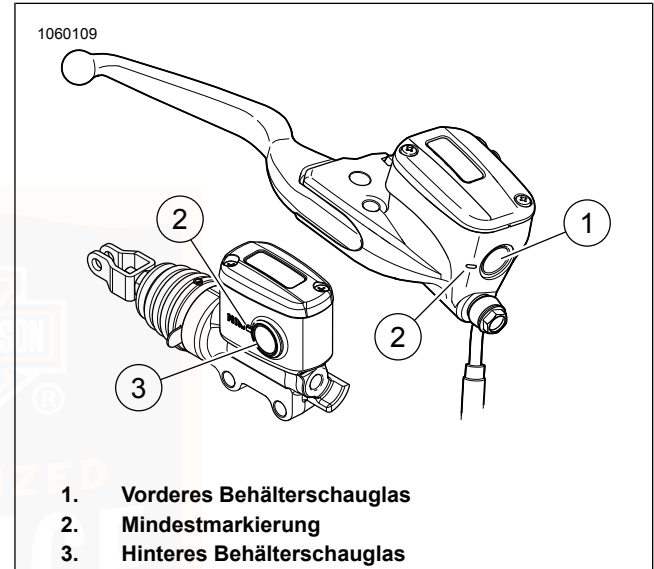

Abbildung 64. Bremsflüssigkeitsbehälter
2. **Vorne:** Siehe Abbildung 64. Flüssigkeitsstand im Behälterschauglas für das Vorderrad prüfen. Füllstand muss über der Mindestmarkierung am Schauglas liegen.
3. **Hinten:** Siehe Abbildung 64. Den Füllstand im Hinterradbremsflüssigkeitsbehälter prüfen. Füllstand muss über der Mindestmarkierung am Schauglas liegen.